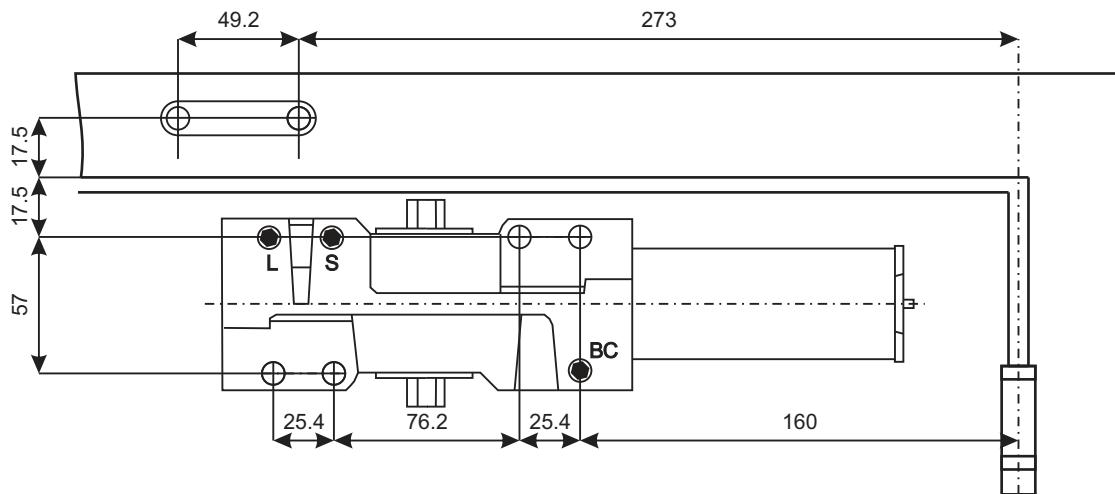

Рисунок1.
- Используя рисунок 1 наметьте и просверлите крепежные отверстия для тела доводчика и кронштейна рычага.
- Отрегулируйте винтом «CLOSING» (рисунок 1) скорость закрытия.
- Отрегулируйте винтом «LATCH» (рисунок 1) скорость доводки в диапазоне 18° - 0° (см. раздел регулировки).
- Данная модель доводчика оснащена винтом регулировки BACK CHECK (ветровой тормоз), который ограничивает резкое распахивание или захлопывание двери на отрезке от 70° до 180° (зависит от регулировки). При необходимости отрегулируйте степень амортизации, используя винт "BC" (рисунок 1).